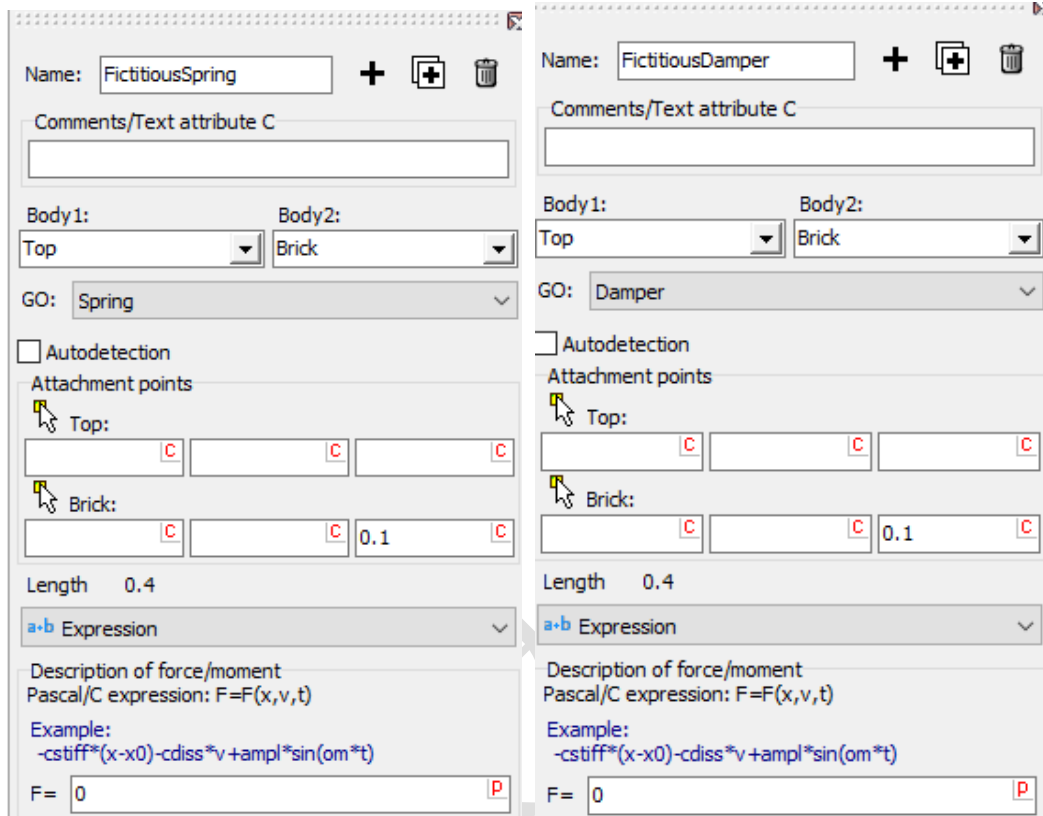

图 2.14 虚拟 Bipolar 力元
2. 然后在右侧交互界面添加两个 **Bipolar** 力元，并按图 2.14 所示分别设置。